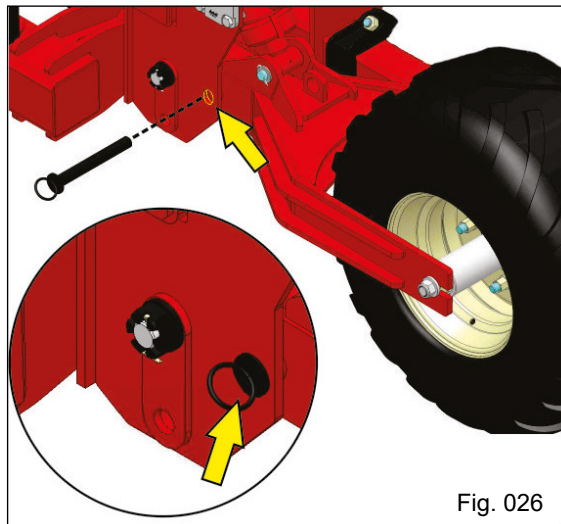

Fig. 026
5) Retire o pino de trava das rodagens de transporte (Fig. 026) para possibilitar que articulem;